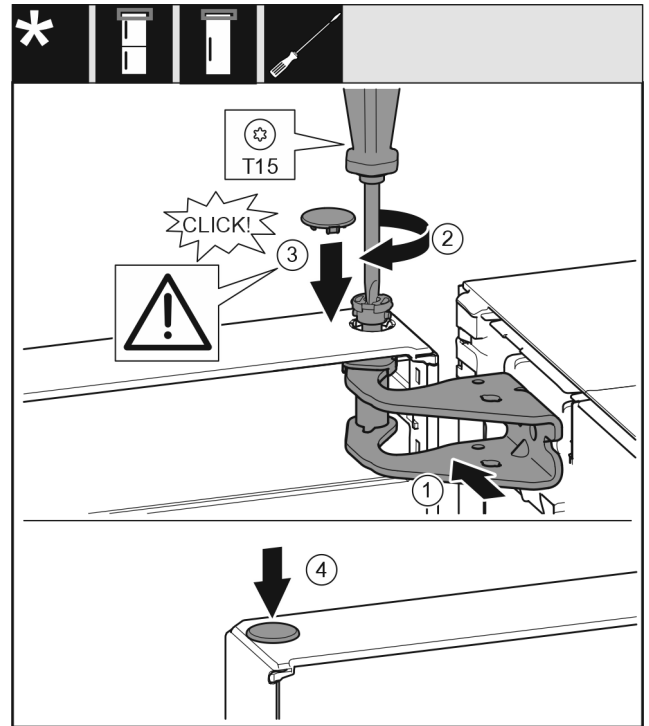

Fig. 21
- ▶ Niveloni derën lart në bazamentin mbështetës për hapjen e saj. Fig. 21 (1)
- ▶ Futni bulonin Fig. 21 (2) dhe mbërthejeni me një kaçavidë.
- ▶ Montoni kapakun mbulues të siguresës Fig. 21 (3) për sigurimin e derës: Vendosi kapakun mbulues të siguresës dhe kontrolloni nëse ai puthitet te dera. Nëse jo, futni bulonin plotësisht.
- ▶ Vendosi tapën Fig. 21 (4) në vend.